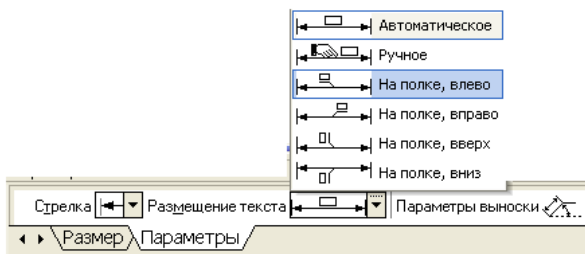

Рис. 18.
22. Параметры простановки размера на полке или ручное задается через закладку **Параметры** на панели свойств (рис.18)